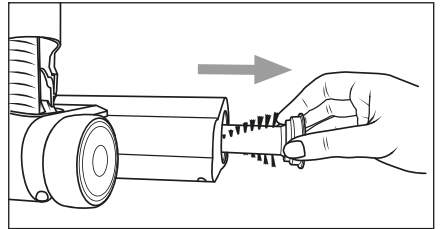

Fig. 23
- 3) Trageți peria rotativă **19** din peria pentru podea **20** (a se vedea fig. 23).